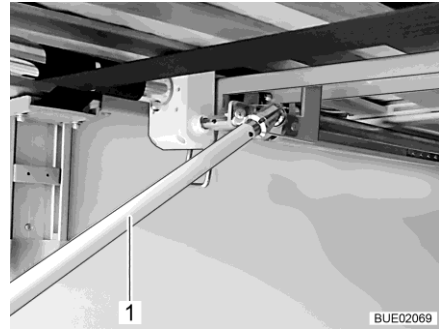

Fig. 137 Manivela en el garaje trasero
- Para subir la cama: girar la manivela (Fig. 137,1) en sentido de las agujas del reloj.
Para bajar la cama: girar la manivela (Fig. 137,1) en sentido contrario a las agujas del reloj.